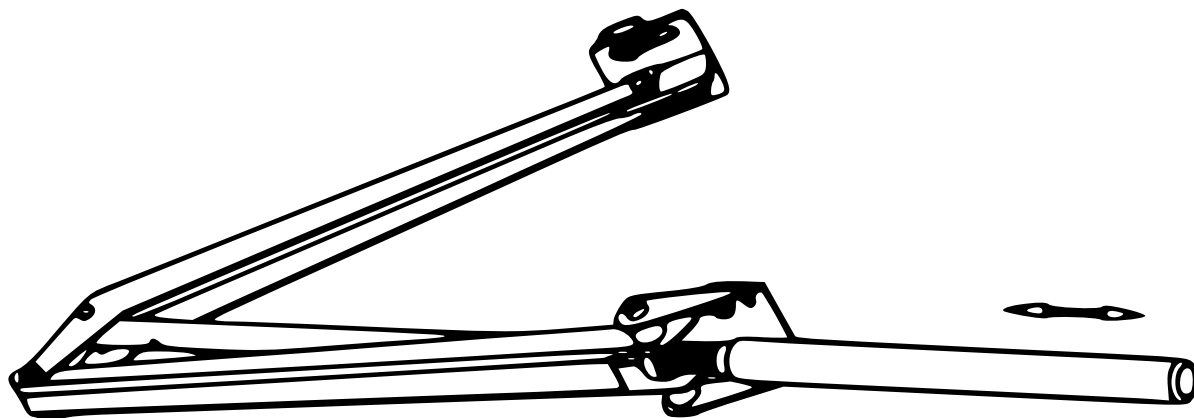

Figure 9
- En tournant le cylindre, vous pouvez ajuster l'ouverture de votre ouvre-fenêtre à différentes températures (voir fig. 9).